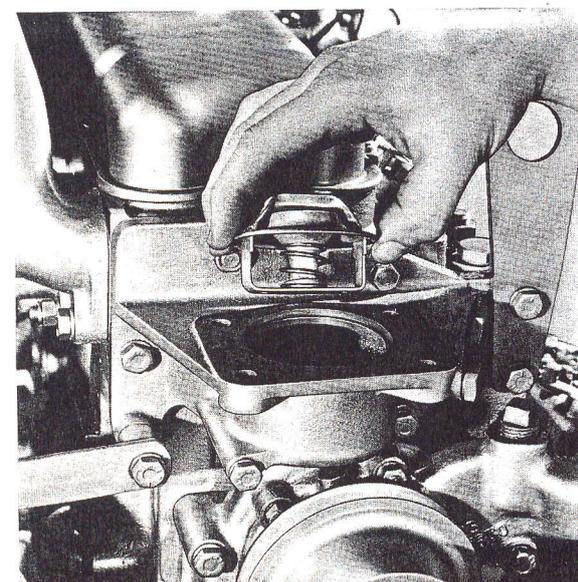

Fig. R3 — Dépose du thermostat (moteurs 4.236 marins).
4. Sortir le thermostat (fig. R3).